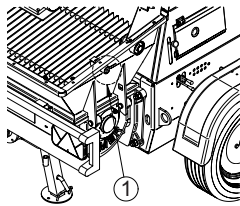

Abb. 1
Bezugnahme auf Abb. 1 wiedergegeben.
4.1 BESCHREIBUNG DER BETONPUMPE (siehe Abb.1)
Sensors (Abb.1 Pos.1) angehalten werden.